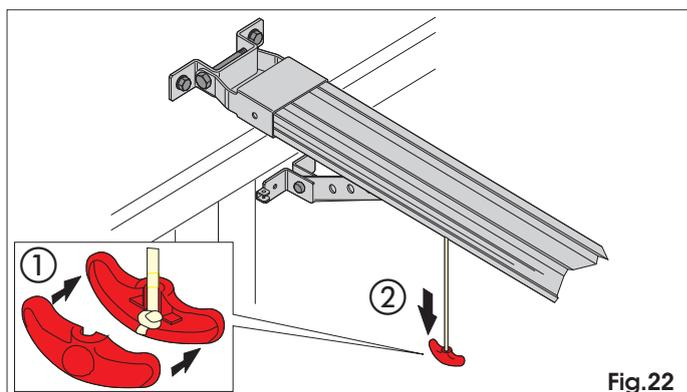

Fig.22
- 2) Réaliser un nœud à l'extrémité du câble et assembler la poignée de déverrouillage (Fig. 22).
- 3) Tirer la poignée de déverrouillage vers le bas et contrôler que l'actionnement manuel de la porte est possible (Fig. 22).